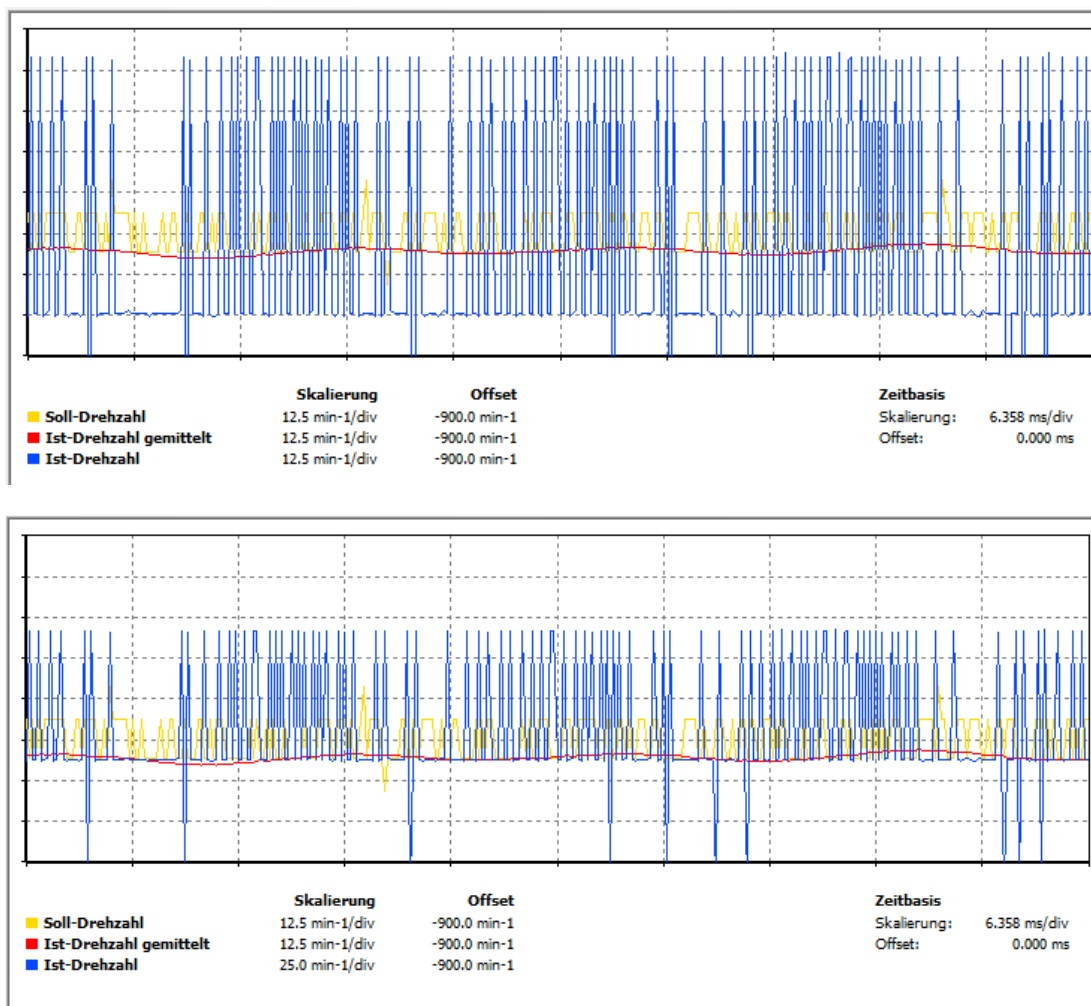

Abbildung 7: Drehzahlssignale auf ESCON-Datenaufzeichnung
- Schritt 2 Untersuchen Sie die Signale auf dem Bildschirm des Datenrekorders. Sie sehen ein ähnliches Bild wie in Abbildung 7, oberes Diagramm. Beobachten Sie die Skaleninformationen unten.
- Schritt 3 *Stoppen* Sie die Aufzeichnung, klicken Sie auf *Ist-Drehzahl* im Abschnitt Verfügbare Kurven rechts (was passiert, wenn Sie das Kontrollkästchen deaktivieren und wieder aktivieren?). Ändern Sie die *Skalierung* der *Ist-Drehzahl* auf $25 \text{ min}^{-1}/\text{div}$ und bestätigen Sie mit *Enter*. (Sie können den Offset so lassen, wie er ist.) Das Bild kann nun wie das untere Diagramm in Abbildung 7 aussehen.